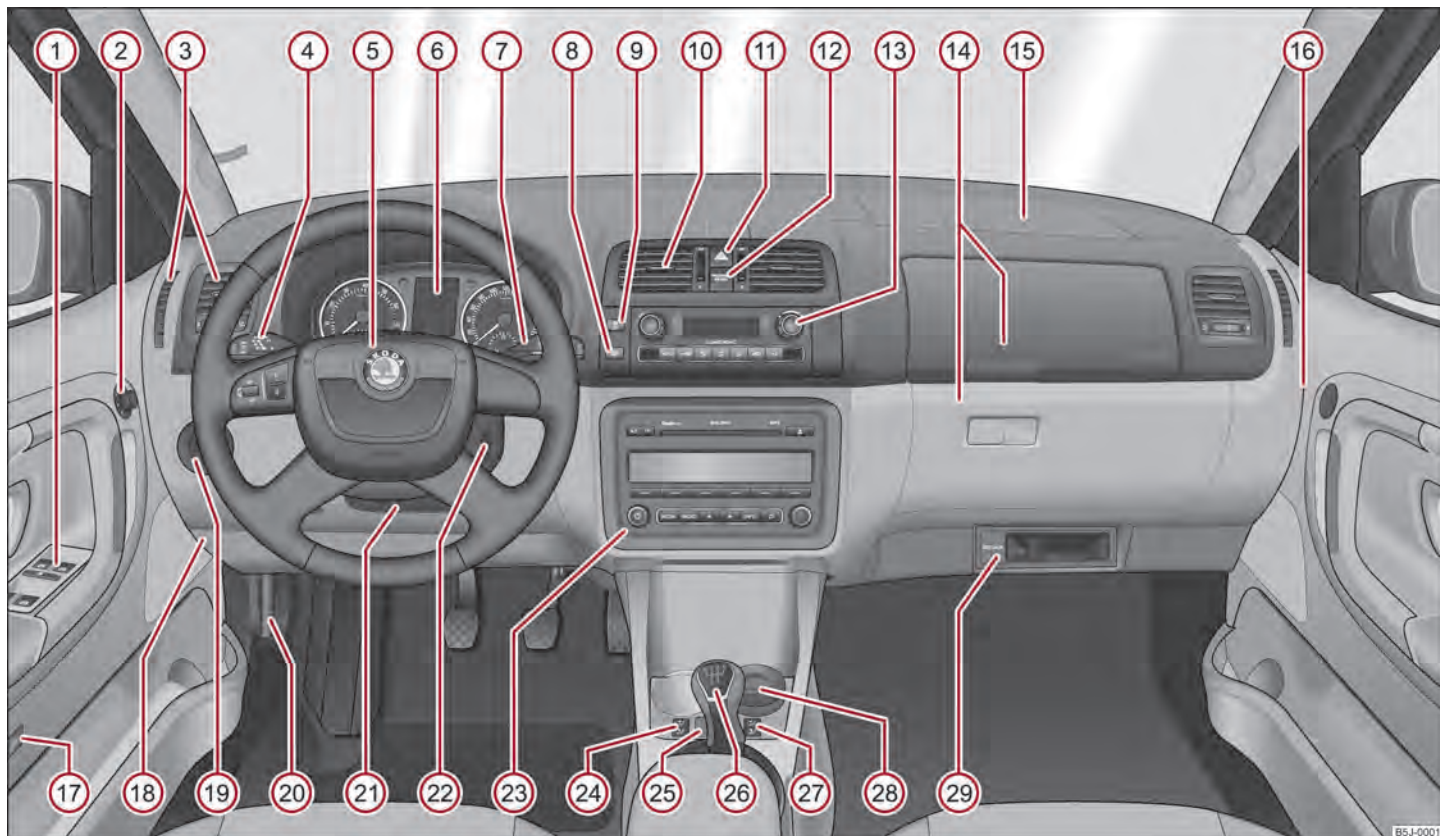

Fig. 1 Cockpit
- La autovehiculele cu volanul pe dreapta ordinea aranjării elementelor de comandă diferă parțial față de ordinea prezentată în ⇒ fig. 1. Simbolurile sunt totuși aceleași.